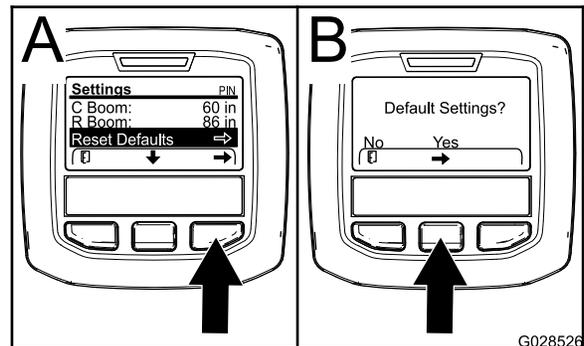

Рисунок 75
- Нажмите среднюю кнопку выбора, чтобы перейти к Reset Default (Сброс на настройки по умолчанию) (Рисунок 75).
- На экране Reset Default (Сброс на настройки по умолчанию) нажмите левую кнопку выбора, чтобы выбрать No (Нет) или правую кнопку выбора, чтобы выбрать Yes (Да) (Рисунок 75).